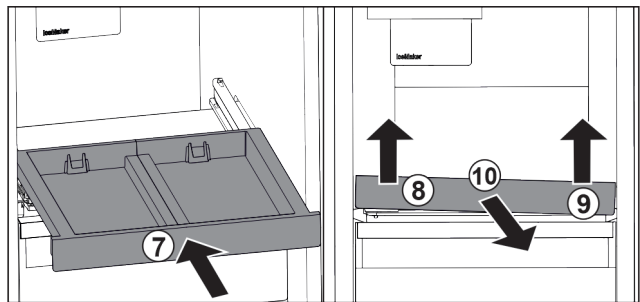

Fig. 86
- ▶ Вкарайте изтеглящата се дъска. Fig. 86 (7)
- ▶ Повдигнете изтеглящата се дъска отпред отляво. Fig. 86 (8)
- ▶ Повдигнете изтеглящата се дъска отпред отдясно. Fig. 86 (9)
- ▶ Извадете изтеглящата се дъска напред. Fig. 86 (10)